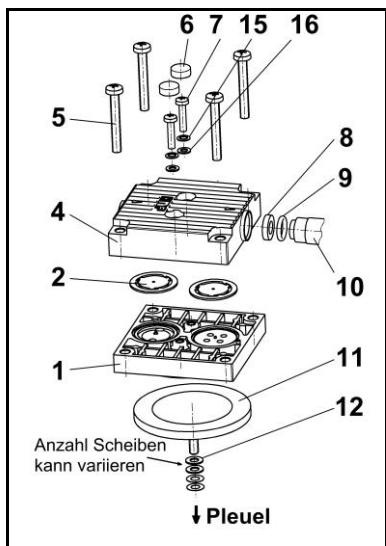

Fig. 10: testata
Reinserire il distanziale (fig. 10/8) nella testata (4); infilare il tubo di collegamento (10) nel foro della testata.